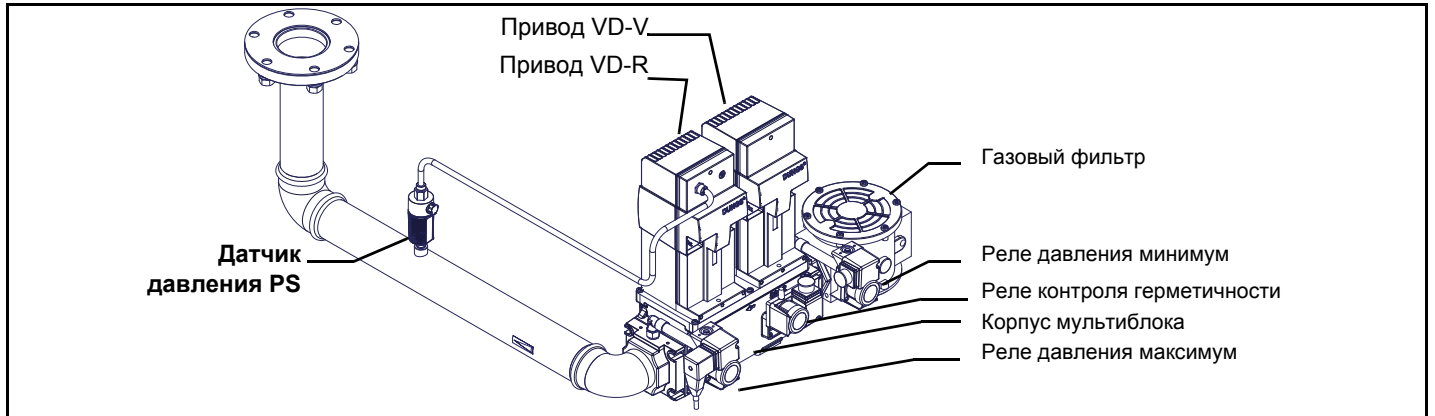

Рис. 15 - Пример газовой рампы
**ВНИМАНИЕ:** после монтажа газовой ramпы согласно схеме на Рис. 15, необходимо провести тестирование на герметичность газового контура, согласно требований действующих нормативов.
- 1 - б) при фланцевых соединениях: между соседними компонентами устанавливать прокладку (1А..1Е - Рис. 15), совместимую с используемым газом,
**ВНИМАНИЕ:** после монтажа газовой рампы согласно схеме на Рис. 15, необходимо провести тестирование на герметичность газового контура, согласно требований действующих нормативов.